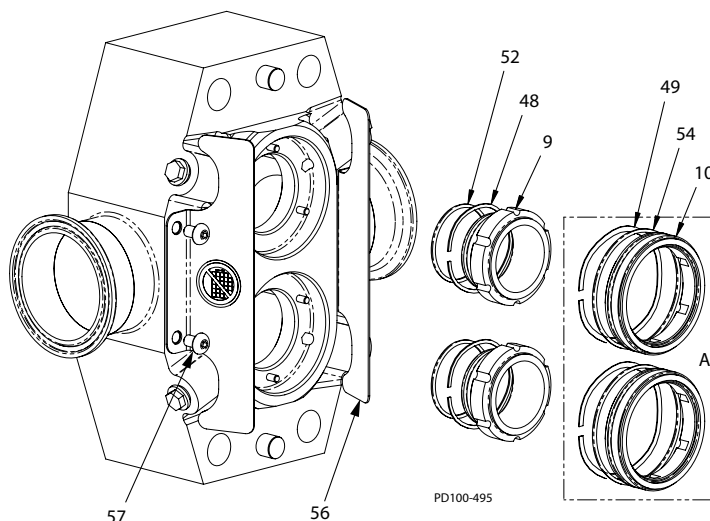

Figura 53: Instalación de los sellos de eje
3. Instale el anillo O del sello interior (Figura 53, renglón 52) en la ranura del sello interior y fije el resorte de ondulación (elemento 48) al cuerpo de los sellos interiores (elemento 9).
5. Fije los protectores (Figura 53, renglón 56) al cuerpo con los tornillos de cabeza redondeada (elementos 57).
6. En las bombas dotadas de sellos dobles (Figura 53, recuadro A):
Instale el anillo O del sello exterior (Figura 53, renglón 54) en la ranura del sello exterior (elemento 10).